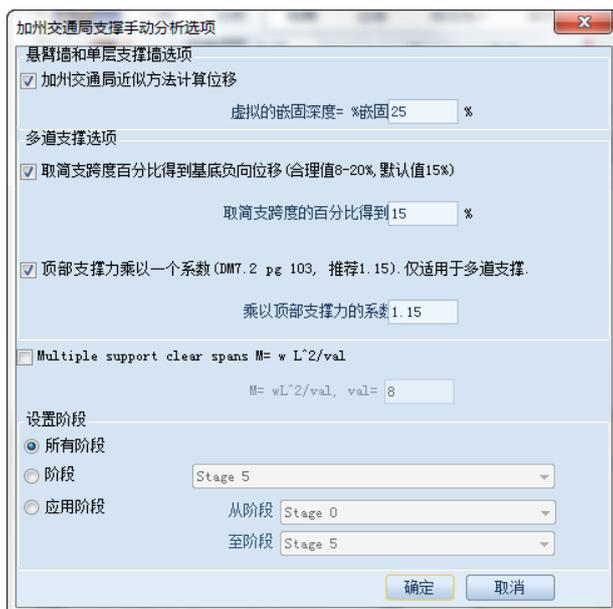

图 2.6.32 加州交通局支撑手动分析选项对话框
- d) **California Trenching and Shoring Manual 2011**：在 CALTRANS Trenching and Shoring Manual 2011 中有这种方法的详细描述，在 California 广泛使用。该方法和 FHWA 方法类似，除了假定坑底以下某一点（绕最底层支撑力矩为零的点，仅考虑最底层支撑以下的荷载）是固定点。因此，在假设固定点的位置处剪力和弯矩都等于零。程序选项提供了一种通过减小负弯矩（取最大正弯矩的某百分比）的方法考虑弯矩的减少。也提供了一个选项，考虑其他因素，如图 2.6.32。